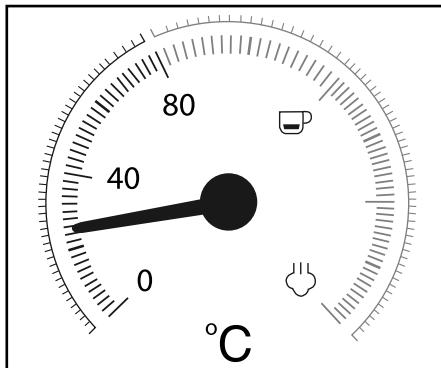

Abb. 1
Die Temperaturanzeige ② zeigt an, wie hoch das Gerät aufgeheizt hat (Abb. 1).